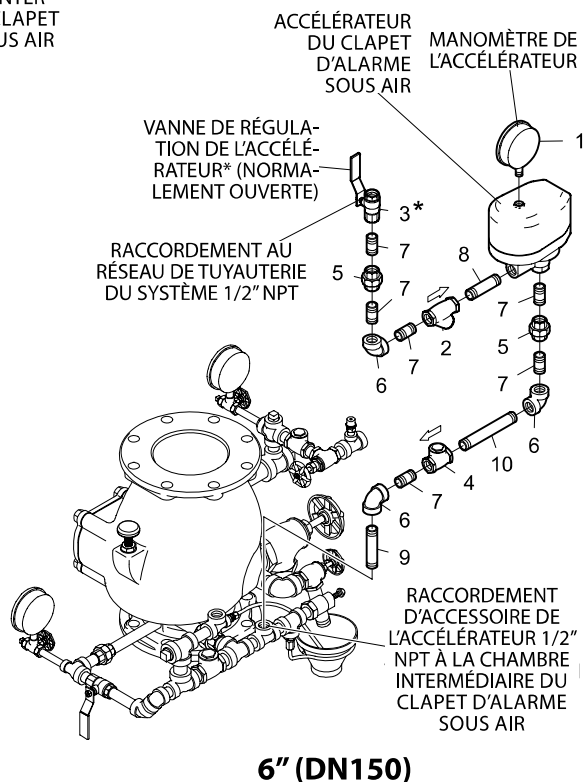

FIGURE 4
Le raccordement au réseau de tuyauterie du système (figure 4) doit être situé de sorte que l'eau superflue ne s'écoule pas dans les conduites de l'accélérateur. Il doit en outre se trouver à un endroit situé au-dessus du niveau maximum que pourrait atteindre l'eau superflue et/ou la condensation.
Étape 1. L'accélérateur doit être placé verticalement et ses accessoires doivent être montés selon l'agencement indiqué dans la figure 4. Appliquez une petite quantité d'enduit d'étanchéité sur les filetages mâles uniquement.